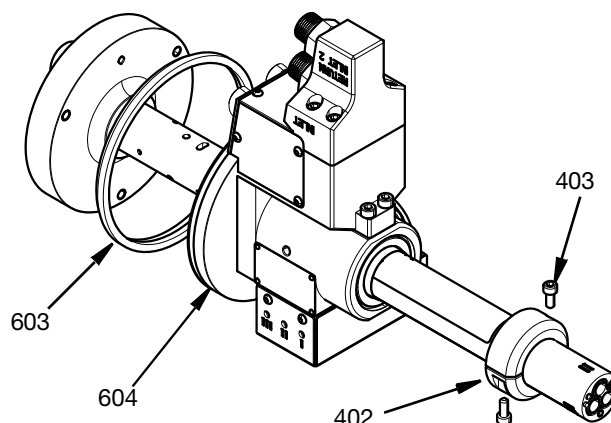

FIG. 25
5. Umístěte těsnicí kroužek (603) do drážky na vnější straně ložiskového tělesa (604). Nasuňte dokončenou jednotku na střední těleso (101) a ujistěte se, že čelo ložiskového tělesa těsně přiléhá k čelní ploše středního tělesa. Nasuňte pojistný kroužek (401) na střední těleso a dotáhněte dva šrouby M5 (403). Dotáhněte na moment 57,5 in-lbs (6,5 N•m). Viz FIG. 25.